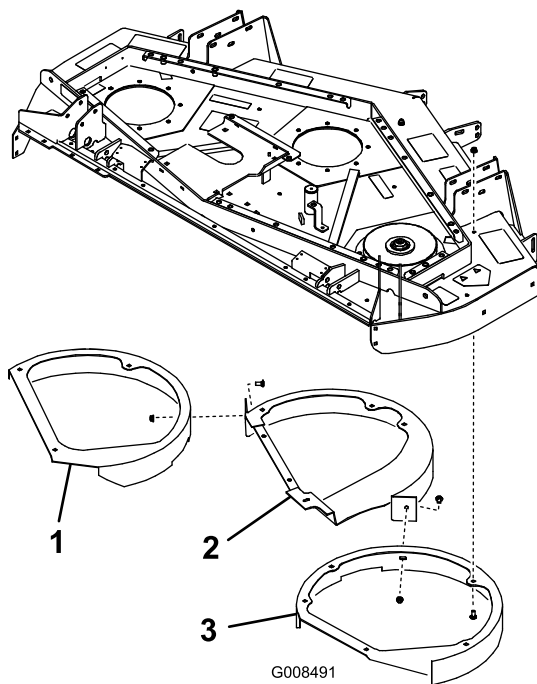

図 1
3. デッキの下側にデッキチェンバを仮止めする；5/16 x 3/4インチのキャリッジボルトとフランジナット 12 組を使用。ボルトは、頭がデッキの内側にくるように取り付けること。チェンバは 図 1 のように組み付ける。
4. 中央のチェンバに、左右のチェンバを仮止めする；5/16 x 3/4 インチのキャリッジボルト 2本とフランジナットを使用する（図 1）。